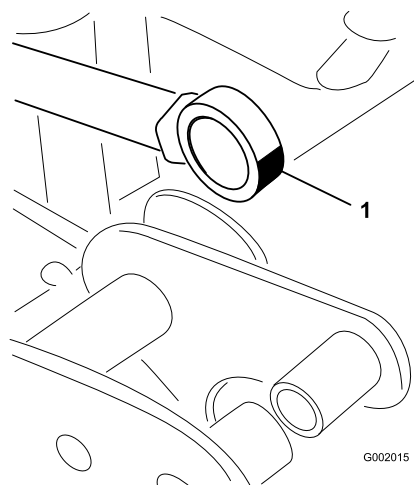

Figura 43
5. Manipule el extremo del cojinete del émbolo del actuador y aplique grasa al cojinete (Figura 43). Limpie cualquier exceso de grasa.